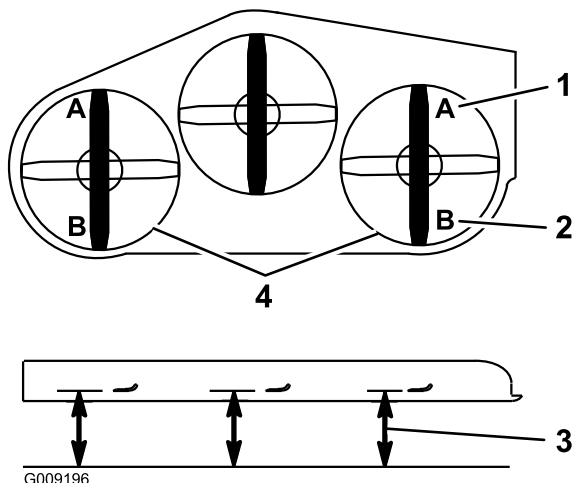

Figura 70
9. En ambos lados de la carcasa, mida desde la superficie nivelada hasta la punta delantera de la cuchilla (Posición A). La medida debe ser de 7,6 cm (Figura 70).
15. En ambos lados de la carcasa, mida desde la superficie nivelada hasta la punta trasera de la cuchilla (Posición B). La medida debe ser de 8,3 cm (Figura 70).